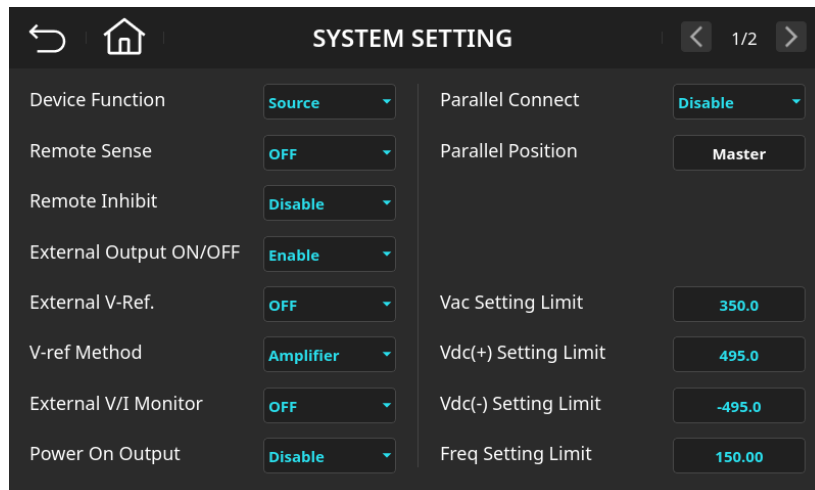

图 6-5 系统功能设定页面(External Output ON/OFF =Enable)
2. 选择 "Enable" 后，远程控制输出功能即启用，如图 6-5。